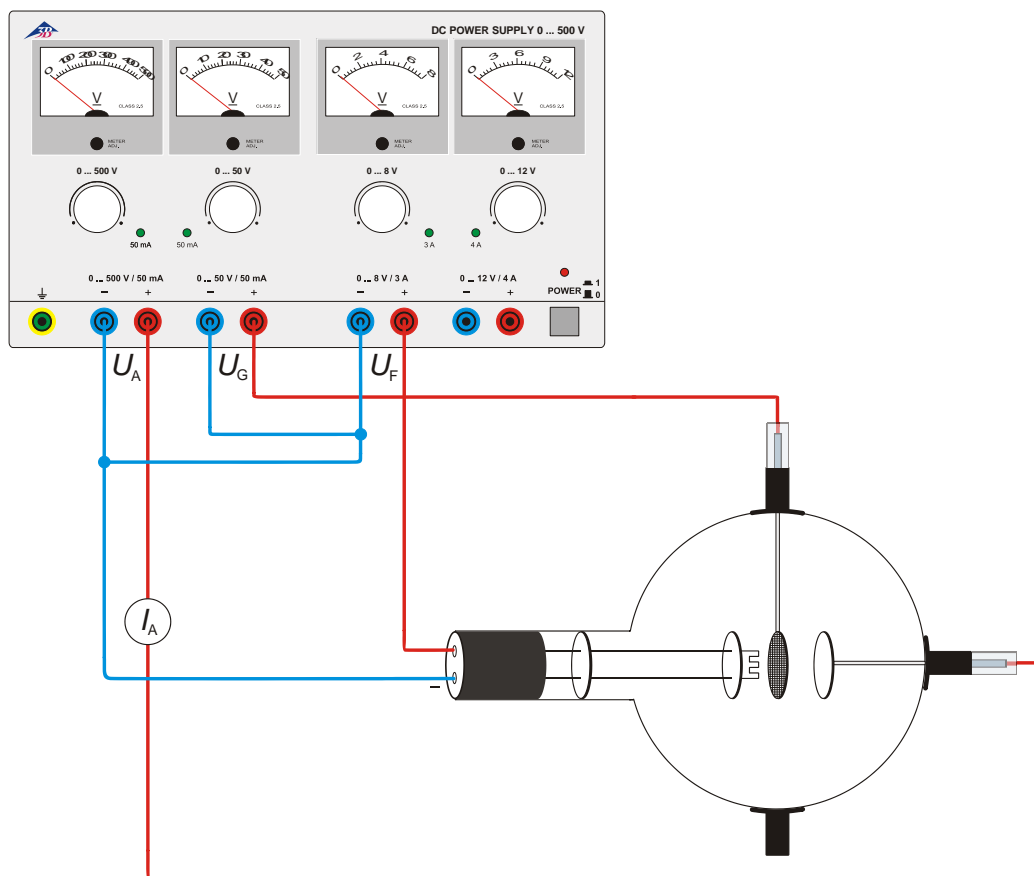

Fig. 1 Determinación de la corriente de ánodo y de la polaridad de los portadores de carga
- Realice el circuito de acuerdo con la Fig. 1. Al hacerlo conecte el polo negativo de la tensión del ánodo con el casquillo de 4-mm denominado con (-) en el cuello del tubo.